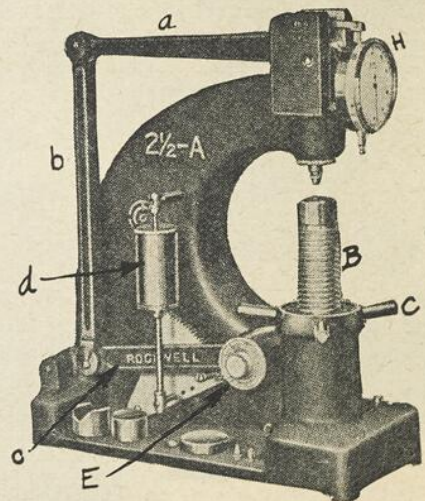

Fig. 1
La machine Rockwell est un mécanisme de poids et leviers. (a, b, c fig. 1). On sait que dans la détermination de la dureté des métaux les plus mous au moyen de mesure de l'impression la charge doit être appliquée graduellement. Chaque machine Rockwell est donc pourvue d'un cylindre retardateur à l'huile (d), qui contrôle l'application de la charge et est ajustable de sorte que la charge peut être appliquée en moins de 2 secondes ou aussi graduellement que l'on veut. Sur les métaux mous la charge est ordinairement appliquée en 6 secondes. Les figs (1) et (2) nous montrent le modèle $2\frac{1}{2}$ A Rockwell et ne demandent pas d'explication.